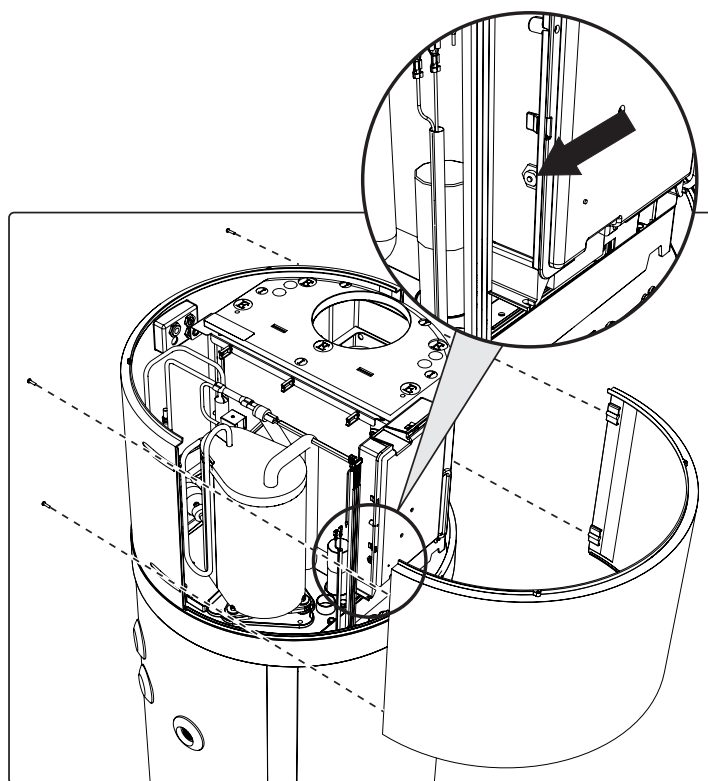

Abb. 48- Entfernen der Frontplatte
- Entfernen Sie die Frontplatte und setzen Sie das ausgelöste Sicherheitsthermostat manuell zurück (Abb. 48). Im Fall eines Auslösens steht der zentrale Stift des Thermostats ungefähr 2°mm heraus.